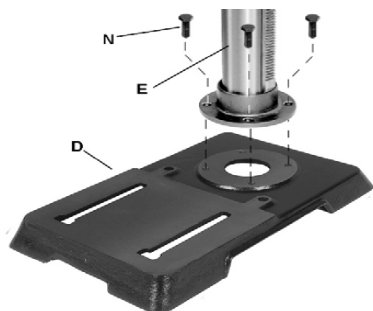

Рис. 5
См. Рис. 5:
2. Поверните станок так, чтобы боковые стороны *крышки ременной передачи* (A₁) располагались параллельно боковым сторонам *основания* (D, Рис. 5).